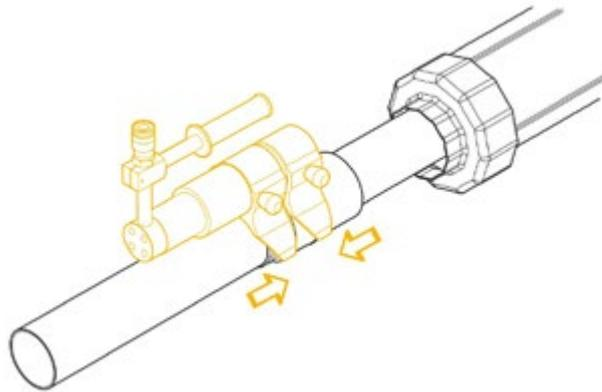

Рис. 5.7.11
**9.** При помощи гидравлического насоса произвести запрессовку пресс-фитинга (рис. 5.7.11).